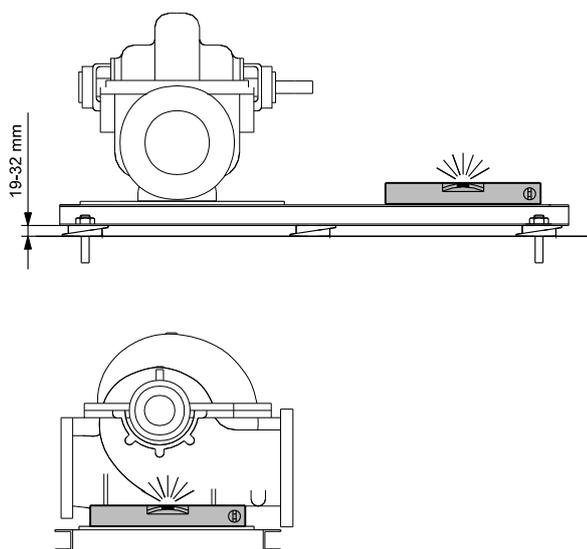

Fig. 8 Montaggio di spessori nel basamento e livellamento della pompa
1. Sollevare il basamento sino al livello finale di 19-32 mm sopra la fondazione di cemento, quindi sostenerlo tramite blocchi e spessori, da inserire sia in corrispondenza dei bulloni di fondazione, che di quelli intermedi, vedere fig. 8.
2. Livellare il basamento aggiungendo o rimuovendo spessori sotto lo stesso, vedere fig. 8.